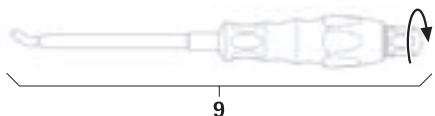

Fig. 15
- ▶ Montera stavinsättningsinstrument 9, se Fig. 15.